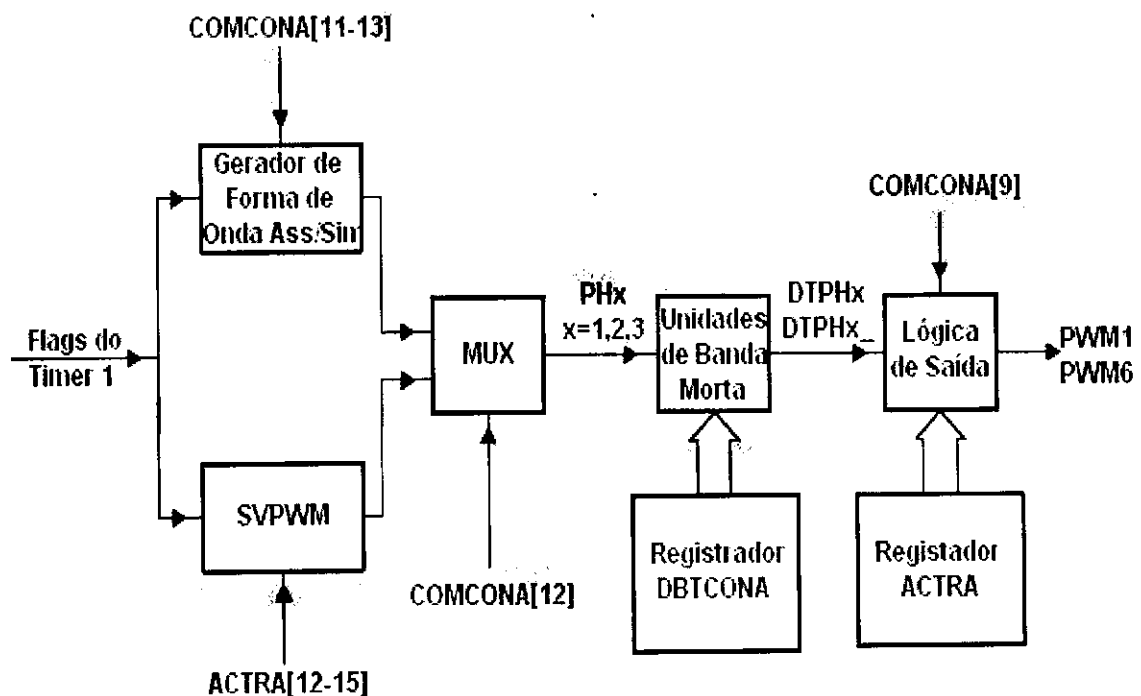

Figura 7.17: Diagrama de blocos do circuito PWM do EVA.
Os circuitos PWM associados com as unidades de comparação podem gerar até seis canais de saída PWM por gerenciador de eventos (EV), com banda morta e polaridade de saída programáveis. Na figura 7.17 está ilustrado o diagrama de blocos do circuito PWM do EVA. O diagrama de blocos do circuito PWM do EVB é idêntico ao do EVA, com as correspondentes mudanças nos registradores de configuração.